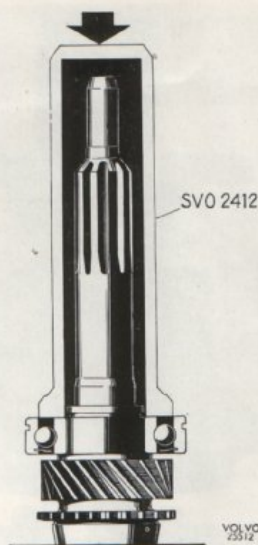

Bild 31. Montering av kullager på ingående axel.
4. Pressa lagret på ingående axeln med hjälp av dorn SVO 2412, se bild 31. Välj ut en låsring av lämplig tjocklek och montera den. Placera de 14 lagerrullarna för huvudaxeln på sin plats i ingående axeln. Använd fett